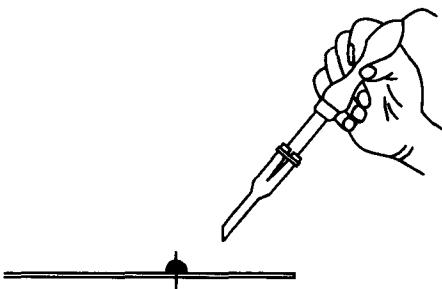

图 1-16 撤电烙铁
(4) 撤电烙铁过程：在撤丝后继续保持加热状态 1s 左右，以便使焊锡与被焊物进行充分的热接触，从而提高焊接的可靠性。这个过程完成后，迅速将电烙铁从斜上方 45° 方向撤走，留下一个光亮圆滑的焊点，到此全过程结束，见图 1-16。